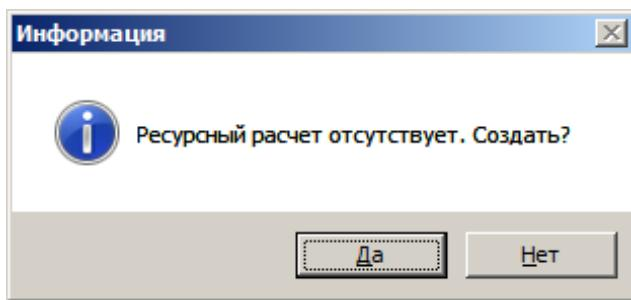

Рис. 1. Диалоговое окно
- в структурной части **Менеджера** выделите объект, затем в содержательной  нажмите на кнопку **Ресурсный расчет**. Если для данного объекта расчет не создавался, появится диалоговое окно **Ресурсный расчет отсутствует. Создать?**. Нажмите **Да** (см. рис. 1).